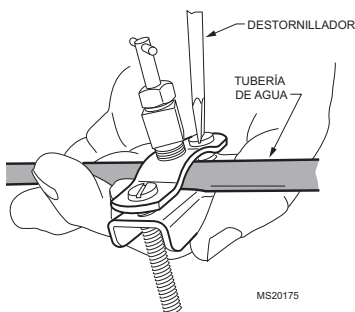

Fig. 8. Instalación de la válvula de asiento.
2. Utilice la válvula de asiento autoperforante que se incluye para insertar en la tubería de suministro de agua en la ubicación elegida. Gire la manija de la parte superior de la válvula de asiento hacia la derecha (en el sentido horario) hasta que la aguja perfora la tubería de suministro de agua. Deje la aguja en esta posición hasta que el humidificador esté totalmente instalado para evitar fugas (incluso si el suministro de agua está cerrado, puede haber agua en la tubería, la cual goteará tan pronto como la aguja se retire). Consulte la Fig. 8. Si utiliza un tubo galvanizado, purgue la tubería y pretaladre 3/16 in (4.4 mm) para la válvula de asiento.